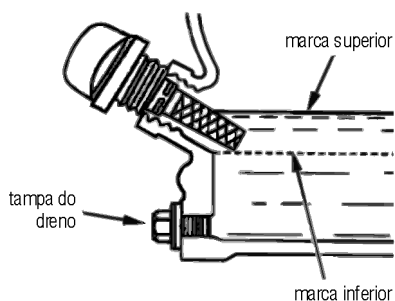

Fig. 11 – Nível de óleo
- e. Retire novamente a vareta e faça a leitura (fig. 11).